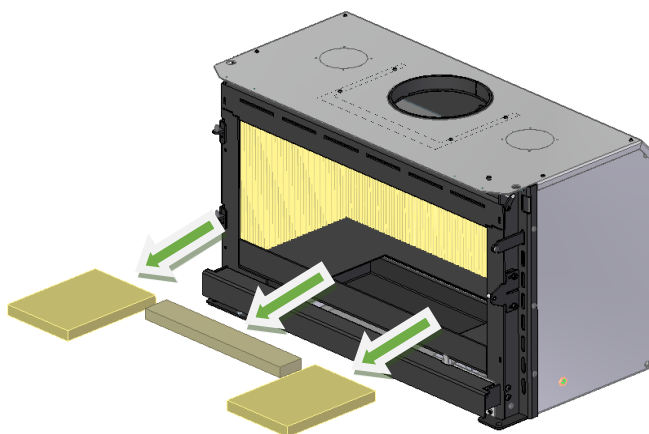

Figura 40 – Remoção do fundo em vermiculite
2. Remova as 3 peças de vermiculite do fundo, deslocando para cima e retirando do equipamento, ver Figura 40.